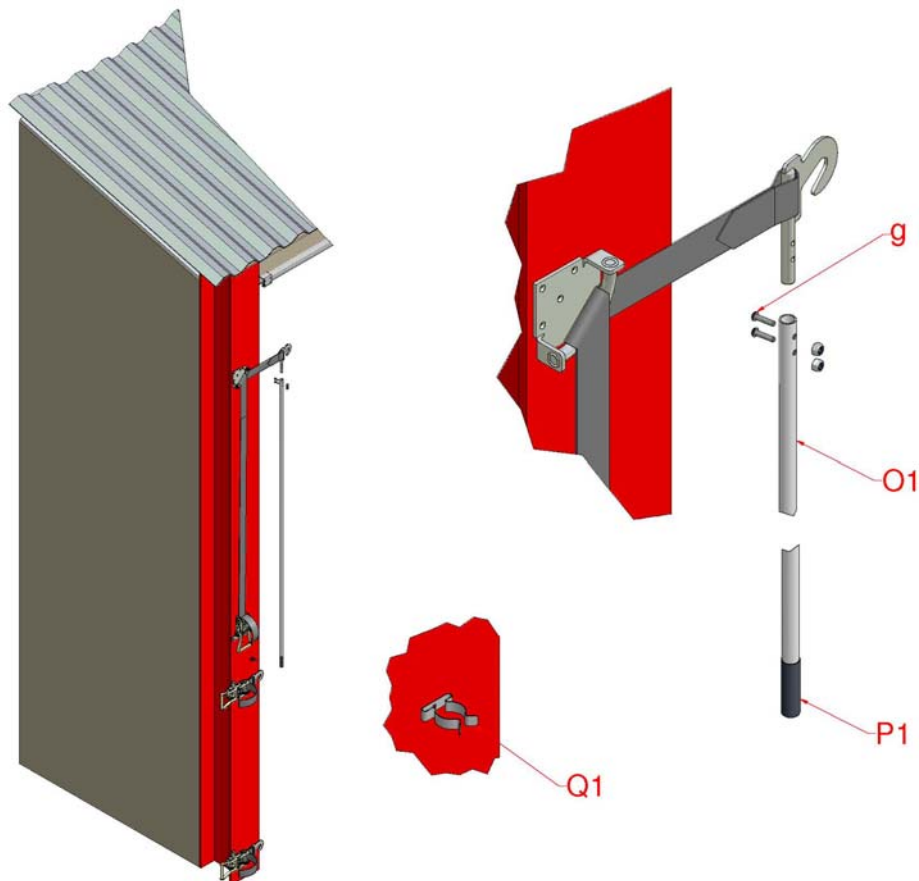

Abbildung 8: Verlängerungsgriff
- 10.2 Aluminium-Verlängerungsgriff (O1) mit den mitgelieferten Halbrundschauben M6x25mm (g) am Schnapphaken mit Stift (M2) befestigen. Die Nyloc-Muttern müssen dabei nach außen zeigen. Verlängerungsstange auf die gewünschte Länge schneiden und den schwarzen Handgriff (P1) aufstecken, siehe Abbildung 8. Stangenhalteclip (Q1) am Gebäude befestigen. Mit diesem Clip wird die Stange am Gebäude fixiert, wenn sie nicht benötigt wird.